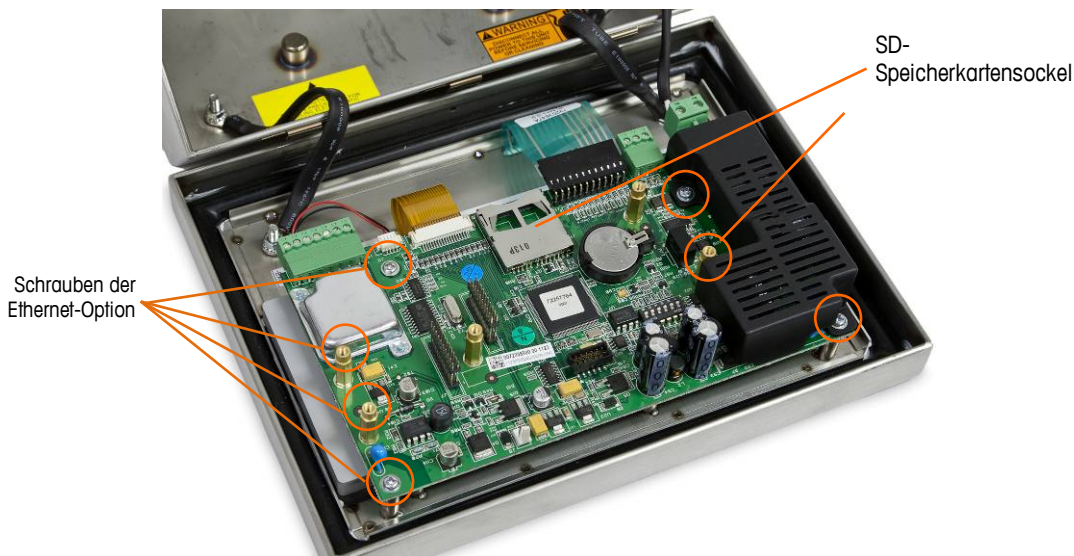

Abbildung 5-18: Montageschrauben für Hauptplatine
- Schrauben Sie die vier Schrauben, mit denen die Hauptplatine am Gehäuse befestigt ist, ab. Die entsprechenden Positionen sind in Abbildung 5-18 durch Kreise markiert. Falls die Ethernet-Option installiert war, wird eine der Schrauben durch ein Sechskant-Abstandsstück ersetzt. Verwenden Sie einen 6-mm-Steckschlüssel oder einen Flachkopfschraubendreher, um das Sechskant-Abstandsstück von der angegebenen Position zu entfernen.
6. Wenn eine SD-Speicherkarte installiert ist, drücken Sie darauf, um die Karte aus dem Sockel zu lösen. Nehmen Sie die Karte heraus und bewahren Sie sie für den Einbau in die Ersatzhauptplatine auf. Die Position des SD-Speicherkartesteckplatzes entnehmen Sie Abbildung 5-14 oder Abbildung 5-18.
2. Positionieren Sie die Hauptplatine über den vier Schraubenlöchern im Terminal-Gehäuse, die in Abbildung 5-18 dargestellt sind.
3. Befestigen Sie sie mit den vier Schrauben. Hinweis: Falls die Ethernet-Option verwendet werden soll, muss eine der Schrauben durch ein Sechskant-Abstandsstück ersetzt werden. Die Position des Sechskant-Abstandsstücks entnehmen Sie Abbildung 5-18.